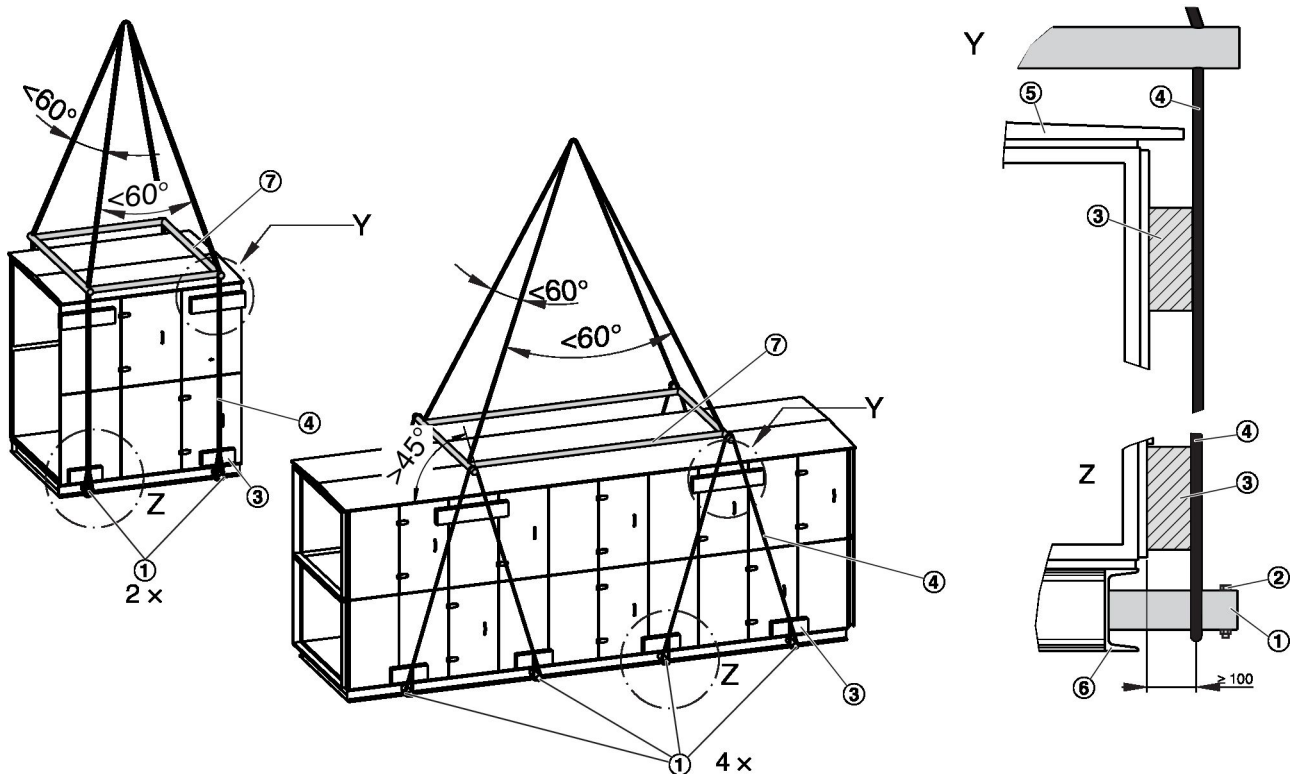

Abb. 5: Anschlag mit zwei oder vier Transportrohren
Die Anzahl der Bohrungen im Grundrahmen (Abb. 5 /6) gibt die Anzahl der zu verwendenden Transportrohre (Abb. 5 /1) vor.
- Die Anschlagart entsprechend der Anzahl der verwendeten Transportrohre auswählen Abb. 5
1. ▶ Die Grundrahmenstopfen der Bohrungen im Grundrahmen (Abb. 5 /6) der RLT-Bauteile abnehmen.
2. ▶ Die Transportrohre (Abb. 5 /1) in die Bohrungen im Grundrahmen schieben.
Die Transportrohre mit den Schrauben (Abb. 5 /2) sichern.
3. ▶ Anschlagmittel (Abb. 5 /4) um die Rohrenden der Transportrohre legen.
Anschlagmittel zwischen Grundrahmen (Abb. 5 /6) und den Schrauben (Abb. 5 /2) positionieren.
Die Kanten mit Distanzhölzern (Abb. 5 /3) schützen. Bei Bauteilen/Geräten mit Dach (Abb. 5 /5) Distanzhölzer so auswählen, dass der Abstand zwischen Anschlagmittel und Gerät von 100 mm gewährleistet ist.
Die Anschlagmittel geeigneten Spreizvorrichtungen (Abb. 5 /7) im Dachbereich, z. B. mit einer Traverse auseinander halten.